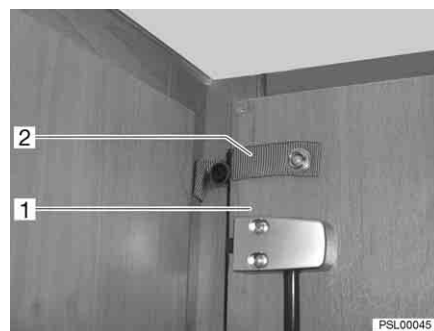

Fig. 79 Fissaggio della porta del vano WC
- Aprire completamente la porta del vano WC (Fig. 79,1) e fissarla con la reggetta di sicurezza (Fig. 79,2).